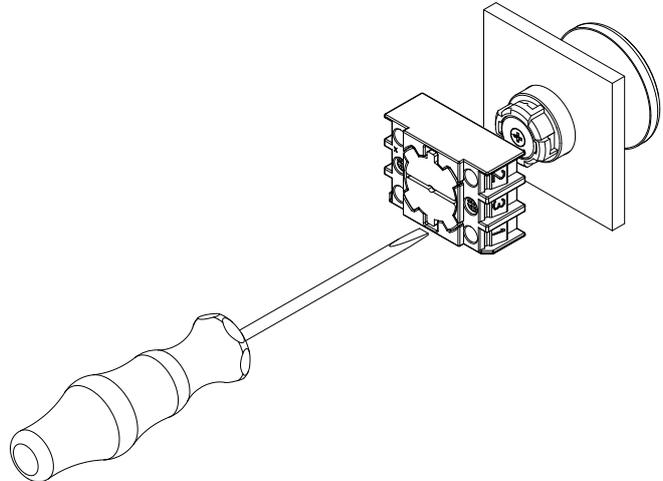

Fig. 4
2. El desmontaje de la brida de montaje se realiza soltando ambos tornillos en la brida de montaje. A continuación girar la brida de montaje unos 45° en sentido contrario a las agujas del reloj y retirarla (véase fig. 4).